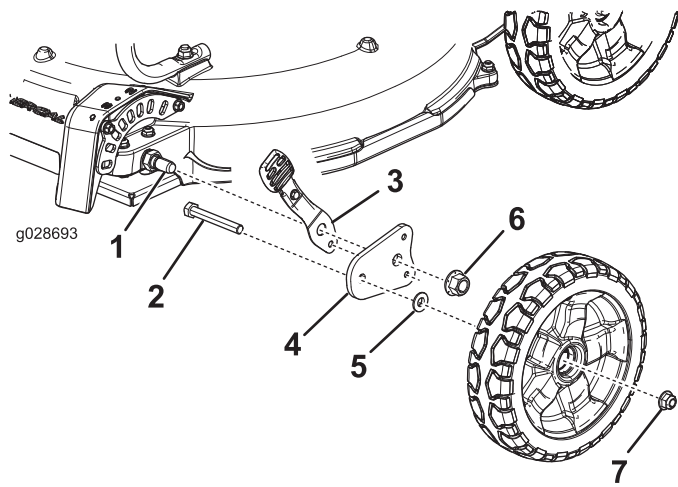

Figure 3
5. Insérez le boulon (3/8 x 2-3/4 po) dans le nouveau bras de pivot avant par l'intérieur, comme montré à la Figure 3.
6. Posez le bras à ressort et le nouveau bras de pivot avant (avec le boulon [3/8 x 2-3/4 po]) et fixez-les avec le contre-écrou (Figure 3).
7. Placez la bague d'espacement et la roue sur la machine et fixez-les avec l'écrou à embase (Figure 3).